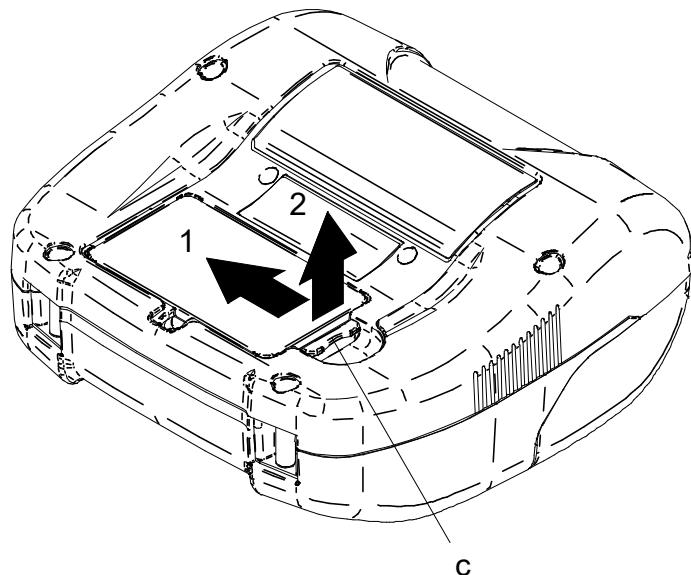

図 8-4 バッテリパックの取り外し
- ① プリンタの電源スイッチをオフにしてください。
- ② 図 8-4の矢印1の方向に、バッテリパックのレバーc部を押しながら、矢印2の方向に引き上げてください。